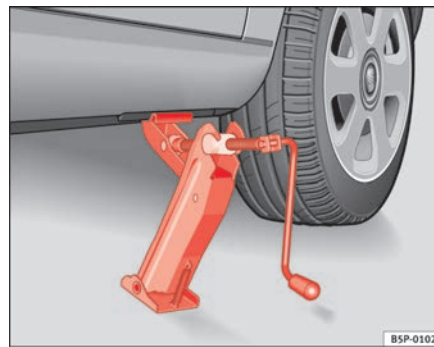

Fig. 153 Colocación del gato
- Posicione el gato de modo que su garra envuelva el nervio del larguero inferior y que la placa base móvil se apoye plana sobre el suelo ⇒ **página 250, fig. 153.**